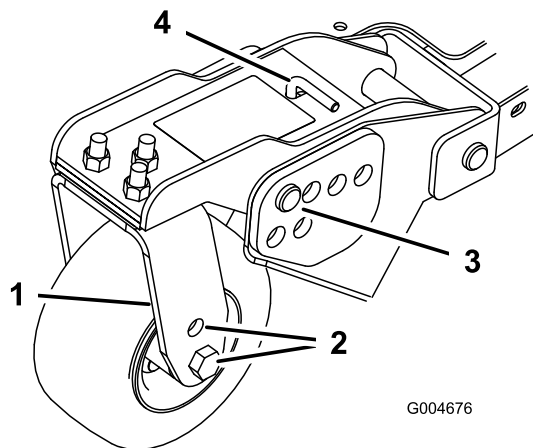
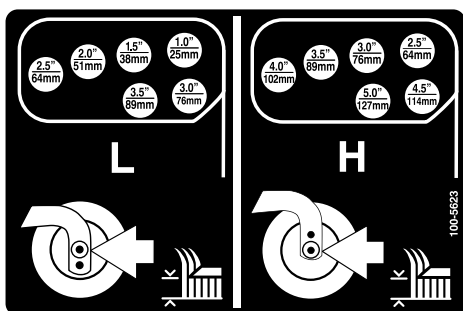

Figure 23
Figure 24
1. Placez les essieux des roues pivotantes dans les mêmes trous sur toutes les fourches (Figure 21 et Figure 23). Pour choisir les trous corrects pour la hauteur de coupe requise, reportez-vous au tableau suivant.
4. Enlevez la goupille fendue et les axes de chape des bras pivotant (Figure 23).
5. Tournez la tige de tension pour élever ou abaisser le bras de pivot jusqu'à ce que les trous soient en face de ceux du support de hauteur de coupe sélectionnés dans le bâti du plateau de coupe (Figure 23 et Figure 24).
Pour régler les patins, enlevez les boulons à embase et les écrous, placez le patin à la position voulue et remettez les fixations en place (Figure 24).